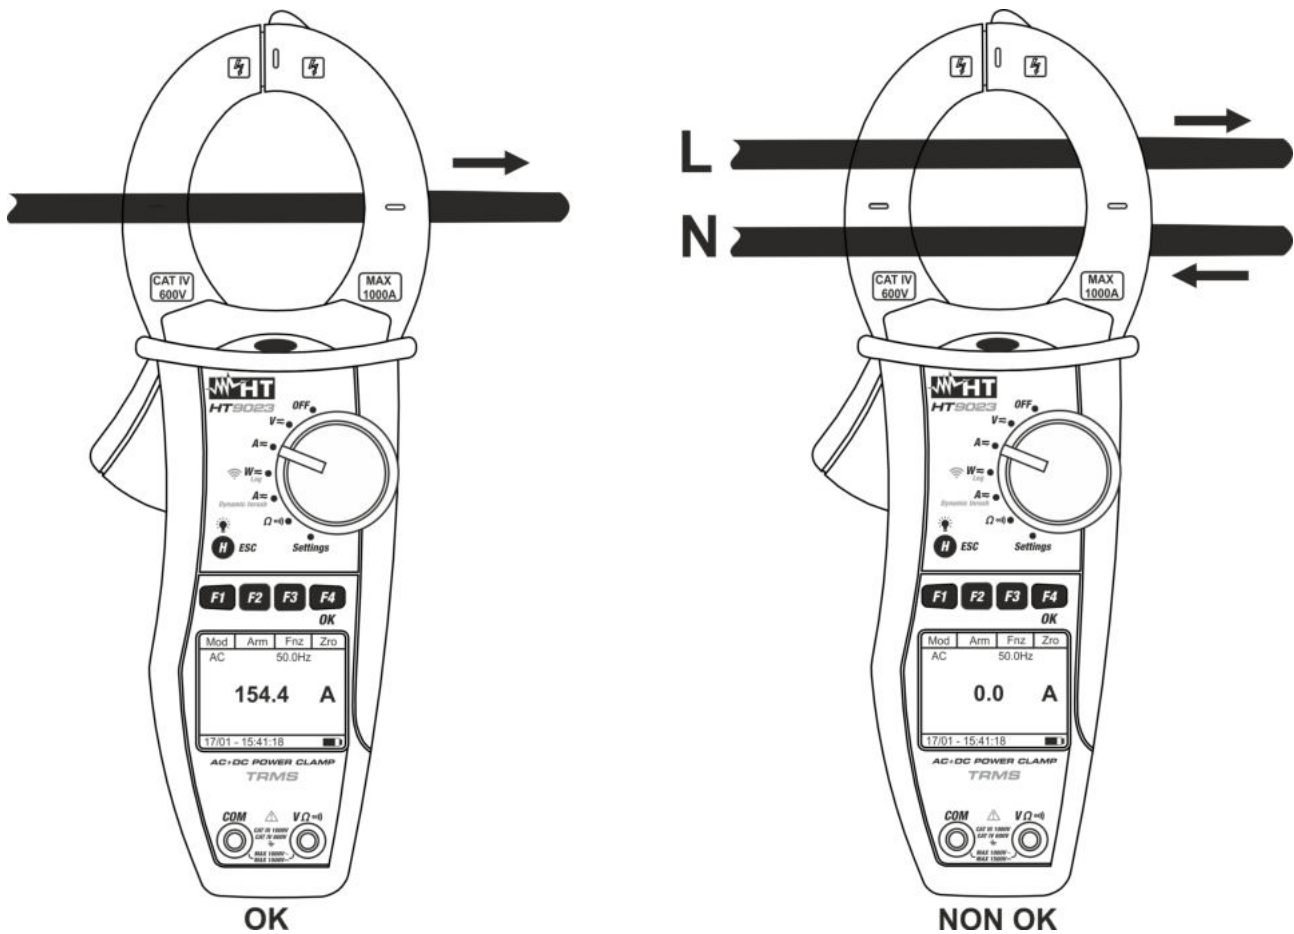

Fig. 10: Misura di Corrente AC e AC+DC
5. Inserire il cavo all'interno del toroide al centro dello stesso al fine di ottenere misure accurate (vedere Fig. 10 - parte sinistra). Utilizzare le tacche presenti come riferimento (vedere Fig. 2)